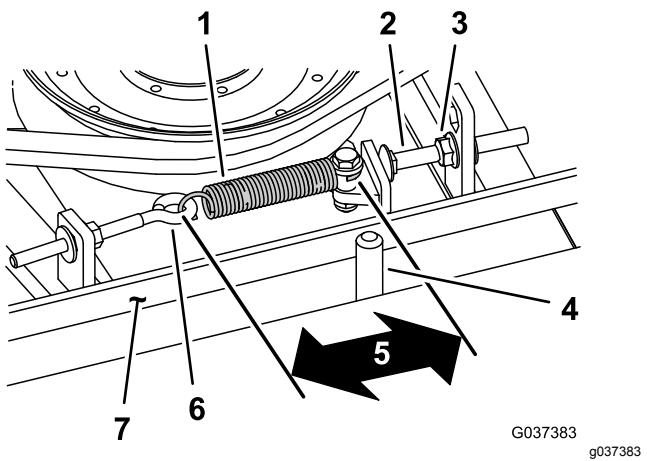

Рисунок 113
При правильном натяжении внутренняя длина пружины растяжения (между зацепами) должна быть приблизительно 8,3–9,5 см. После того, как будет достигнуто правильное натяжение пружины растяжения, отрегулируйте упорный болт (каретный болт) так, чтобы между головкой болта и рычагом натяжного ролика оставался зазор 2–5 мм. (Рисунок 113).
Примечание: Убедитесь, что ремень расположен на направляющей ремня со стороны пружины (Рисунок 113).
2. Ослабьте рым-болт (Рисунок 113).
3. Ослабьте фланцевую гайку, которая крепит упорный болт к монтажному выступу, и отодвиньте натяжной ролик от ремня (Рисунок 113).
- Примечание:** Убедитесь, что ремень расположен на направляющей ремня со стороны пружины (Рисунок 113).
9. Подсоедините пружину растяжения (Рисунок 113) к рым-болту и натяните ремень следующим образом: